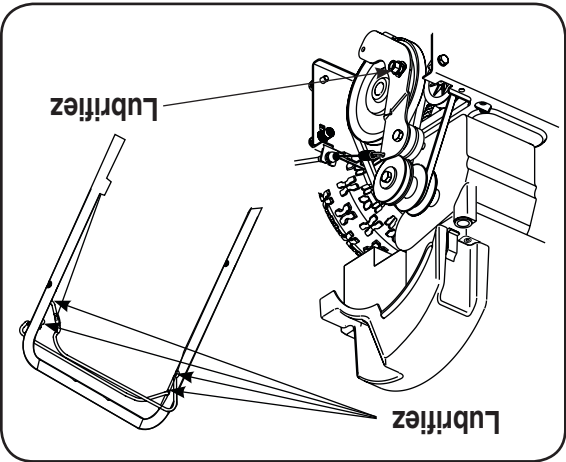

Figure 10
1. Lubrifiez les points de pivot sur la commande de la tarière et commande d'entraînement avec une huile légère une fois chaque saison. Voir la Figure 10.
2. Lubrifiez la face de le support de la poulie de tension avec un lubrifiant léger pour temps froid au moins une fois par saison. Voir la Figure 10.